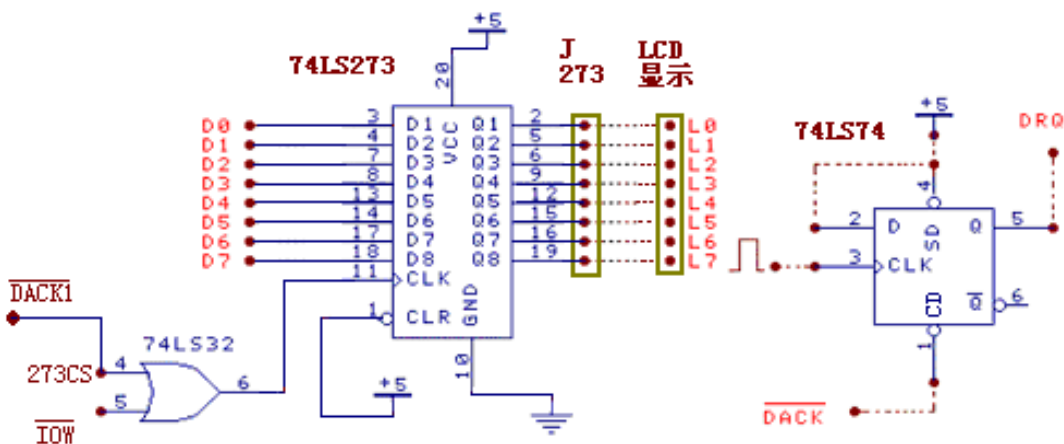

图4-11-2
- 2、用通用插座按图4-11-2连接好电路（74LS74利用实验台上的D触发器）。编程将主机内存缓冲区内D4000H, 偏移量为0的10个数据, 使用Demand Mode DMA方式从内存向外设传送。